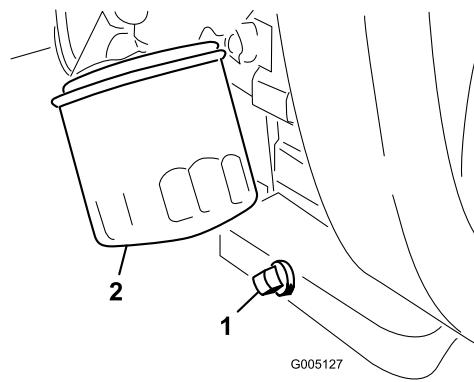

Bild 48
1. Entfernen Sie die Ablassschraube (Bild 48) und lassen das Öl in ein Auffanggefäß ab. Schrauben Sie die Ablassschraube wieder ein, nachdem das Öl abgelaufen ist.
2. Entfernen Sie den Ölfilter (Bild 48). Ölen Sie die neue Dichtung am Ölfilter leicht mit frischem Öl ein.